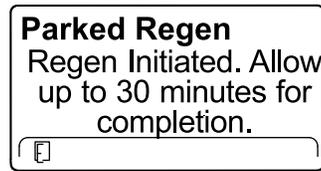

Figura 94
- El InfoCenter muestra el mensaje con el tiempo necesario para completar la regeneración (Figura 94).